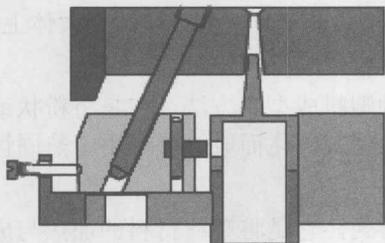

图 1-4 分型与抽芯机构
- 分型与抽芯机构：当塑料制品上有侧孔或侧凹时，开模推出塑料制品以前，必须先进行侧向分型，将侧型芯从塑料制品中抽出，塑料制品才能顺利脱模，如斜导柱、滑块、楔紧块等，如图 1-4 所示。